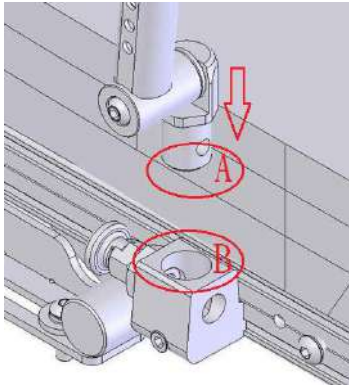

Figura 5-66
- Cuando vuelva a colocar el reposabrazos en la posición de trabajo, asegúrese de que la parte A está correctamente insertada en la parte B. Gire el aplique bloqueador 90° y asegúrese de que el reposabrazos está instalado correctamente. (Figura 5-66).